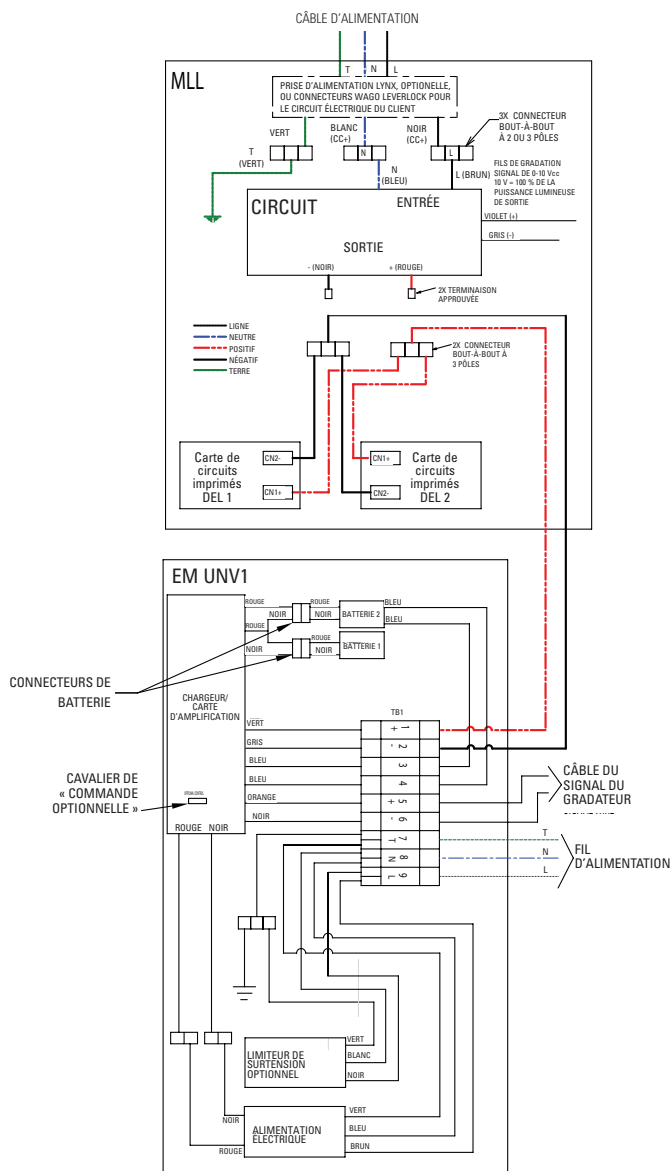

Figure 4
3. Raccorder la puissance d'entrée du circuit de dérivation au bloc de jonction conformément à la figure 4 ou 5. Raccorder le conducteur de mise à la terre de l'appareil à la borne 7 d'abord, puis le câble neutre à la borne 8, et enfin, la tension de ligne à la borne 9.
4. Raccorder une paire de câbles au bloc de jonction qui sera utilisée pour alimenter les DEL sur la carte à DEL du luminaire. Voir la figure 4 ou 5. Connecter le câble positif à la borne 1 et le câble négatif à la borne 2.
- c. raccorder les câbles du signal de commande de la gradation conformément à la figure 4 ou 5 ;
- Repérer le couvercle du boîtier du circuit sur le boîtier du luminaire et l'ouvrir en desserrant les quatre (4) vis no 10 32 de 2 cm (0,75 po) (voir la figure 6). Détacher les lignes de sortie négative (-) (NOIRE) et positive (+) (ROUGE) du circuit de commande du connecteur bout-à-bout, conformément aux schémas de câblage (voir la figure 4 ou 5), et raccorder les extrémités en suivant des méthodes qui respectent tous les codes applicables. Le circuit ne doit pas être retiré du luminaire. Approcher les lignes de sortie qui étaient connectées au boîtier de la batterie de secours des câbles de la carte à DEL. Raccorder la sortie positive (+) à la carte à DEL à partir de la batterie de secours jusqu'au connecteur bout-à-bout positif (+) dans le luminaire linéaire à DEL. Raccorder la sortie négative (-) à la carte à DEL à partir de la batterie de secours jusqu'au connecteur bout-à-bout négatif (-) dans le luminaire linéaire à DEL.
- Remettre le couvercle du boîtier du circuit en place et serrer les quatre (4) vis de montage du couvercle à un couple de 32 po-lb (3,6 N.m).
- Les connecteurs des batteries, illustrés à la figure 4 ou 5, ne sont pas branchés en usine. Repérer ces connecteurs et établir les connexions pour la batterie 1 et la batterie 2 conformément à la figure 4 ou 5. S'assurer que les câbles rouge et noir sont alignés correctement sur chaque connecteur.
- Ouvrir l'unité de batterie de secours à l'aide d'un tournevis à tête plate pour faire pivoter le verrou d'un quart de tour dans le sens inverse des aiguilles d'une montre. Débrancher les connecteurs du chargeur ou de la carte d'amplification pour la batterie n° 1 et la batterie n° 2 respectivement, conformément à la figure 4 ou 5.
- Déconnecter les câbles bleus de captage thermique de la batterie n° 2 qui sont branchés au bloc de jonction de puissance de sortie et au bloc de jonction de signal du gradateur, conformément à la figure 4 ou 5.
- Après avoir retiré les anciens blocs-batteries et inséré les nouveaux, connecter les deux connecteurs du bloc-batterie au connecteurs du tableau (les blocs-batteries peuvent être connectés à l'un ou l'autre des connecteurs). Connecter ensuite les câbles bleus de captage thermique de la batterie n° 2 au bloc de jonction de puissance de sortie et au bloc de jonction de signal du gradateur, conformément à la figure 4 ou 5. Laisser le capteur thermique de l'autre bloc-batterie déconnecté.